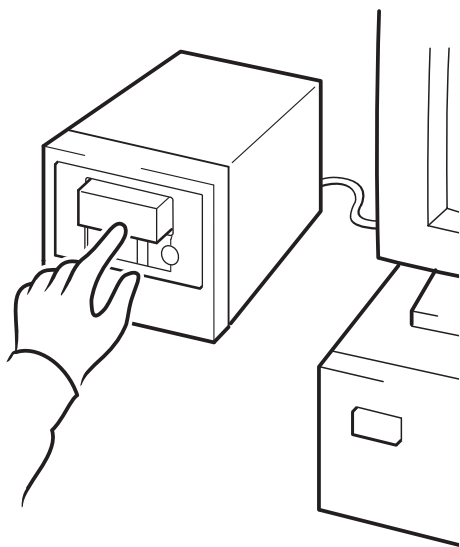

Figura 14a: HP OBDR, paso 1
- 1 Inserte el cartucho de arranque más reciente en la ranura 1 de la recámara y colóquela en el cargador automático (véase la figura 14a). El cartucho debe estar escrito por una aplicación de copia de respaldo que escriba datos en cinta en el formato de CD-ROM.